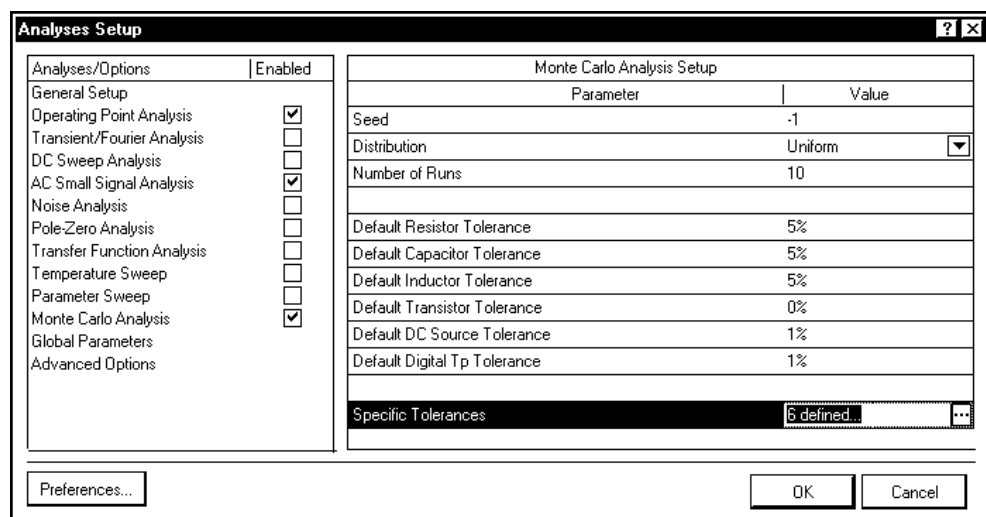

Рис. 9.34. Окно настройки режимов моделирования: анализ влияния разброса параметров методом Монте-Карло
1. В активном схемном документе указать команду меню **Setup Mixed-Signal Simulation** и активизировать в диалоговом окне настройки **Analyses Setup** вид анализа **Monte Carlo Analysis** (рис. 9.34).
1. В диалоговом окне настройки (рис. 9.34) щелчком левой кнопки мыши в правом углу поля **Specific Tolerances** активизировать кнопку выбора и вызвать окно индивидуальных настроек (рис. 9.36).
9. Щелчком на кнопке **ОК** закрыть диалог индивидуальных настроек. Программа возвращается в диалоговое окно (см. рис. 9.34). В поле **Value** строки **Specific Tolerances** появляется сообщение **6 defined** (определено 6 настроек).
Приведенные графики показывают значительно меньший разброс формы частотной характеристики по сравнению с рис. 9.34. Причины — ограниченное число компонентов, подверженных разбросу, и меньший, по сравнению с предыдущим случаем, допуск ($\pm 2\%$ против $\pm 5\%$).